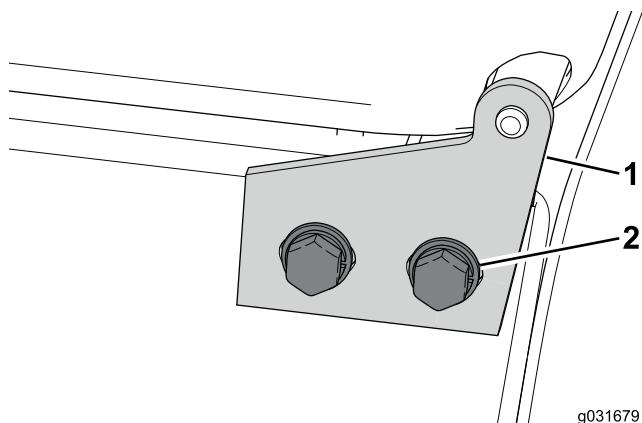

Figura 59
- Afloje los 4 pernos que sujetan el capó a la bisagra del capó (Figura 59).